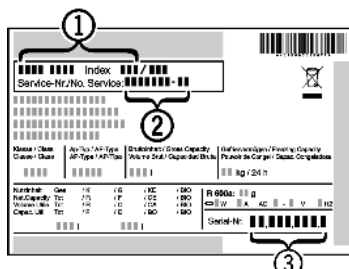

Fig. 17
- ▶ A készülék megnevezését Fig. 17 (1), a szerviz- Fig. 17 (2) és sorozatszámot Fig. 17 (3) a típusabláról olvassa le. A típusábla a készülék belsejében baloldalon található.
- ▶ Érteltesse a vevőszolgálatot a hibáról, és adja meg nekik a készülék megnevezését Fig. 17 (1), a szerviz- Fig. 17 (2) és a sorozatszámot Fig. 17 (3).